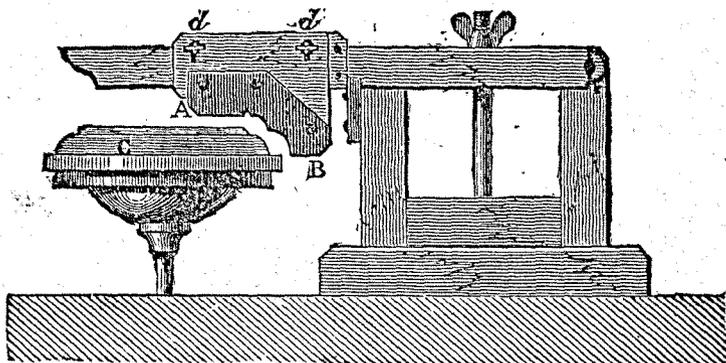

Fig. 371. — Moulage au calibre.
**Moulage au calibre.** — Ce procédé est employé pour tous les vases circulaires larges et peu profonds : plats, assiettes, cuvettes, etc. On place sur le tour un moule en plâtre présentant comme relief la disposition que doit avoir intérieurement la surface du vase (fig. 371). Sur ce moule C on place une croûte de pâte. Puis on abaisse un *calibre* AB, fixé à un montant *dd*; ce calibre a un profil représentant le profil extérieur du vase. On fait tourner